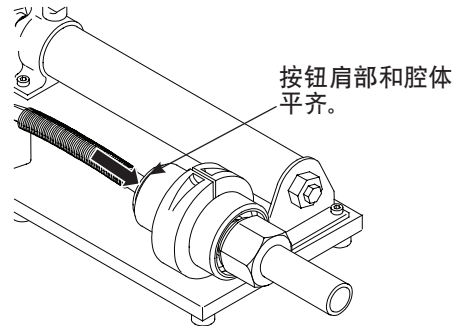

图4 指示按钮处于装配位置
5. 向前按压指示按钮直至其“咔”的一声就位。按钮肩部需和液压腔平齐。见图4。